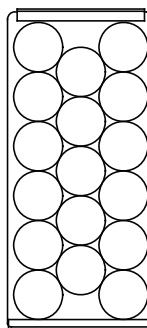

Fig B1
Compartment à breuvages (à gauche) : Il sera nécessaire de positionner les canettes en alternance sur les trois clayettes du haut. Cela permettra d'entreposer dix-sept (17) canettes de 355ml (Fig. B) par clayette sur chacune des trois clayettes supérieures et dix (10) canettes sur la partie inférieure (Fig. B1), pour ainsi parvenir à une capacité d'entreposage totale de 61 canettes.